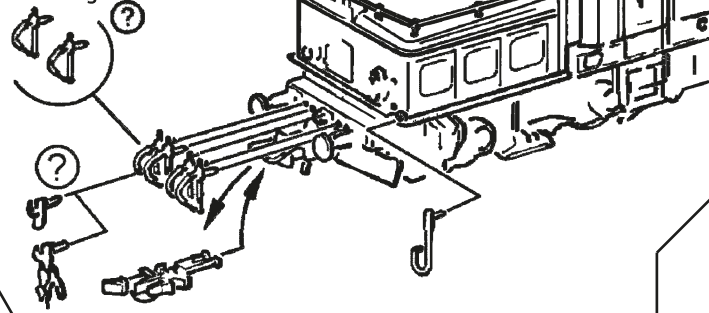

Fig. 3
Mehrzugbetrieb: Zuerst Lokgehäuse abnehmen (Fig. 3). Danach den Brückenstecker aus der Schnittstelle entfernen (diesen sorgsam aufbewahren). Danach den Stecker des Steuerbausteins lagerichtig einsetzen (siehe Fig. 5).
2. Schmierung: Versehen Sie die im Schmierplan in Fig. 7 gekennzeichneten Stellen mit nur **kleinen Öltropfen**. Dazu zuerst das Lokgehäuse abnehmen (Fig. 3). Wir empfehlen den ROCO **Öler Art.-Nr. 10906**. Fürs Schmieren der Getriebeteile (Zahnräder, Schnecke) empfehlen wir das **ROCO-Spezialfett Art.-Nr. 10905**. Im Falle der Schmierung diese Teile **nicht ölen**.
4. Kohlebürstenwechsel: Lokgehäuse abnehmen (Fig. 3). Danach wird der Motor ausgebaut und die Kohlebürsten ausgewechselt (Fig. 6).
2. Lubrication: Apply **tiny oil drops** to spots marked in fig. 7. Prior to lubrication dismantle locomotive (fig. 3). We recommend using item no. **10906, Roco oiler**. For lubrication the gearparts (e.g. cogwheels, worm) we should recommend our Roco **special grease** (item no. **10905**).
4. Carbon Brush Changing: First remove loco body (fig. 3), and then the motor (fig. 6).